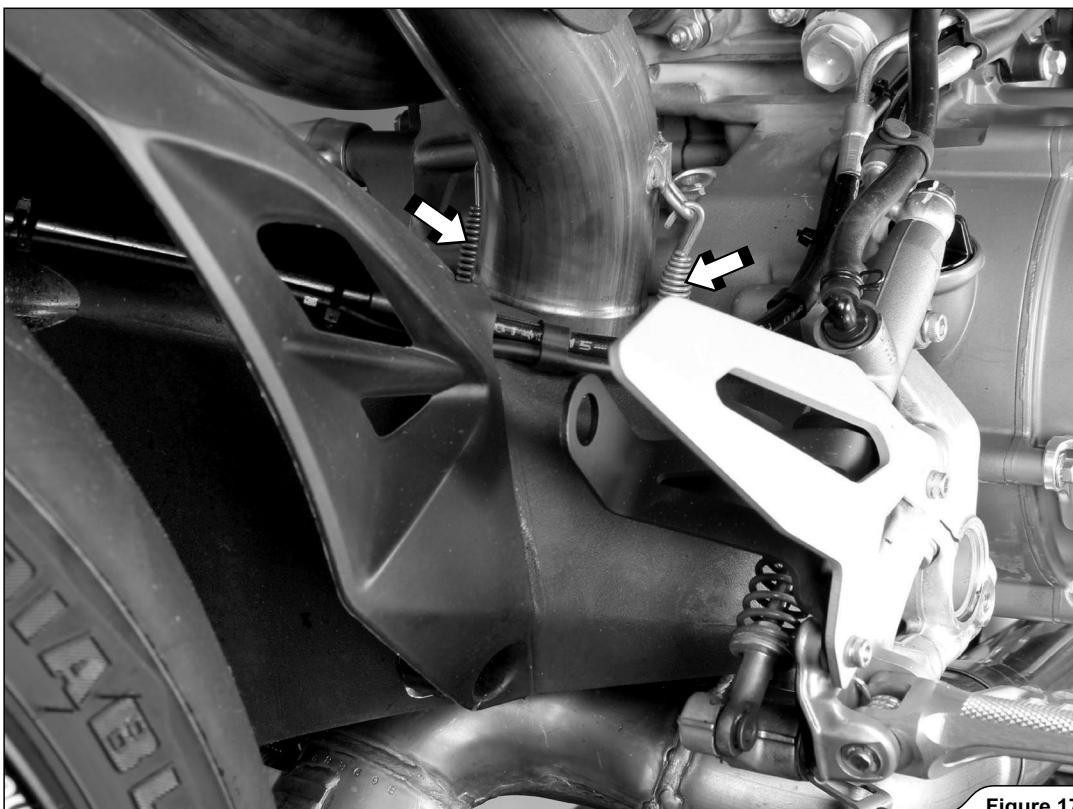

Figure 17
13. リアマニホールドの図に示すスプリングを外し、マニホールドを車両から慎重に取り外します（図 17）。